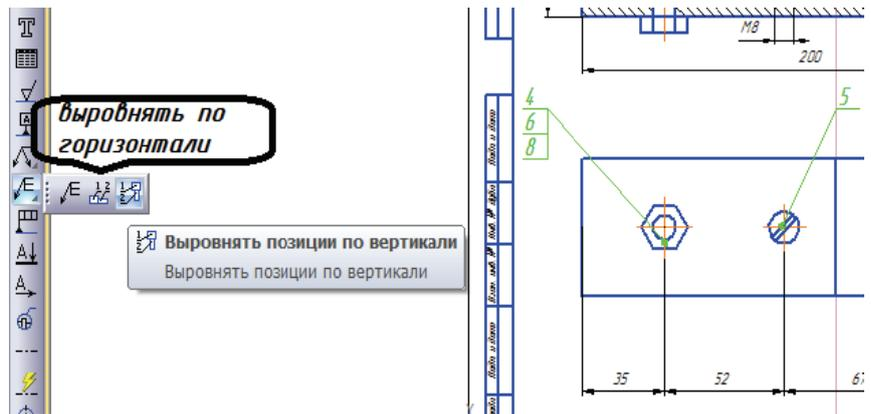

Рис. 5.20
- По ГОСТу позиции должны быть выровнены по вертикали и горизонтали. Для выравнивания воспользуемся кнопками  Выровнять позиции по горизонтали или вертикали, предварительно выделив линии позиций (рис. 5.20).